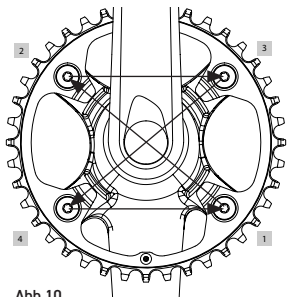

Abb.10
- Befolgen Sie beim Festziehen der vier Schrauben eine Reihenfolge über Kreuz (1-2-3-4) (**Abb. 10**).